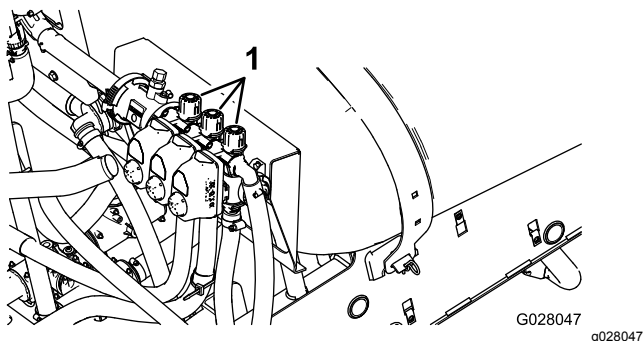

Figura 87
10. Spegnete la barra sinistra e regolate la valvola di bypass della barra (Figura 87) fino a quando la pressione visualizzata non corrisponde al livello precedentemente regolato (normalmente 2,75 bar).
12. Regolate la valvola di bypass della barra destra (Figura 87) fino a quando la pressione visualizzata non corrisponde al livello precedentemente regolato (normalmente 2,75 bar).
14. Regolate la valvola di bypass della barra centrale (Figura 87) fino a quando la pressione visualizzata non corrisponde al livello precedentemente regolato (normalmente 2,75 bar).